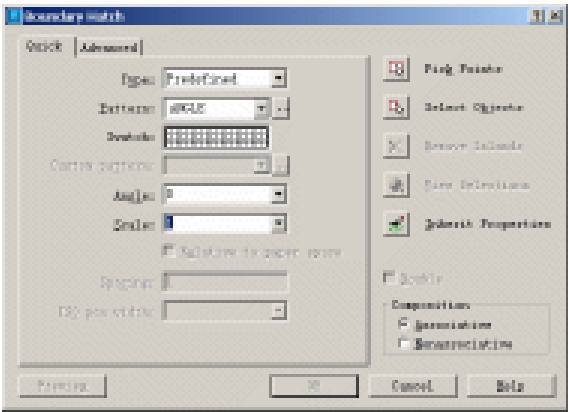

图 10.6 Boundary Hatch（边界图案填充）对话框
(4) 选择【Draw】|【Hatch】命令, 弹出如图 10.6 所示的 Boundary Hatch (边界图案填充) 对话框, 绘制剖面线。设置 Swatch (样本) 为 ANGLE, Angle (角度) 设为 0, Scale (比例) 设为 1。单击 Pick Points (取点) 按钮, 回到图形中, 在复合线中间单击一下, 选中要打剖面线的空间, 然后按回车键回到 Boundary Hatch 对话框, 单击 OK (确定) 按钮,